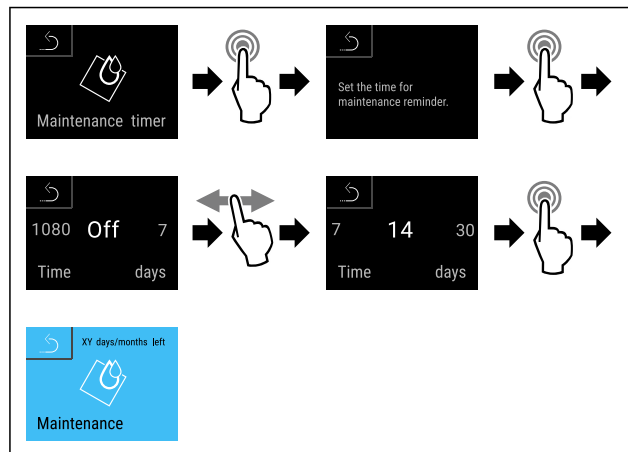

Fig. 103
- Handlungsschritte (siehe Fig. 103) durchführen.